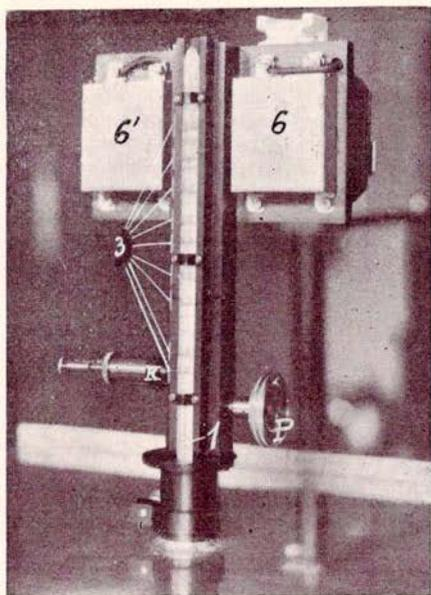

Fig. 2
Fig. 2.—PARTE ANTERIOR DEL APARATO.—Construido ya el aparato, aparecen los núms. 1, 3, 6 y 6 del esquema con el mecanismo para el deslizamiento de la corredera a la cual va empotrado el termómetro. Al mover el tornillo P. sube o baja la deslizadera hasta colocarse el grado que se busca enfrente del contacto K. Cuando suba el mercurio, empujado por la dilatación, llegará al punto señalado y se detendrá (1) por haberse apagado en aquel instante el Termogenerador; pero al separarse la superficie del mercurio del hilo de platino, merced al enfriamiento y consiguiente contracción del mercurio, se encenderá de nuevo el foco de calor y de nuevo tenderá a subir hasta tocar nuevamente al platino... y así sucesivamente, permaneciendo invariable la temperatura.